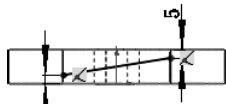

图 6.14.12 草图 2
Step11. 创建如图 6.14.12 所示的草图 2。草图基准面为基准面 1。